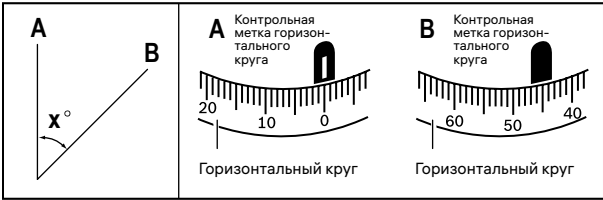

Рисунок 6
- Сфокусируйте нивелир на рейке А. Поверните горизонтальный круг (2), совместив "0" с контрольной меткой горизонтального круга (3).
- Сфокусируйте нивелир на рейке В. Запишите значение угла относительно контрольной отметки горизонтального круга (3) (рис. 6).